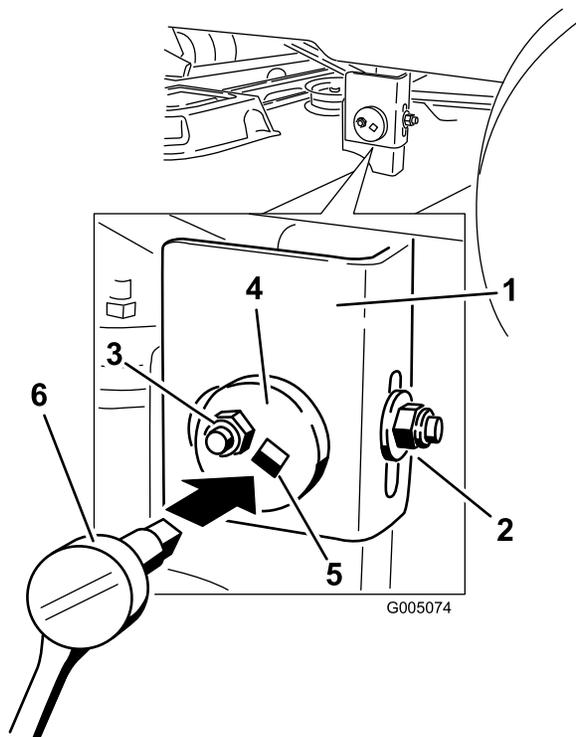

Figure 48
- Du côté gauche de la machine, desserrez sans le retirer, l'écrou de blocage arrière sur le support (Figure 48).
- Desserrez l'écrou de blocage latéral sur le support jusqu'à ce qu'il soit possible d'ajuster la plaque excentrique (Figure 48). Utilisez une clé à douille munie d'une rallonge de 3/8 pouce pour manipuler la plaque excentrique. Utilisez la clé pour repositionner le tablier de coupe à la hauteur voulue.
8. Arrêtez le tablier de coupe et vérifiez sa hauteur, puis serrez l'écrou de blocage latéral sur le support pour fixer cette nouvelle position (Figure 48). Serrez l'écrou de blocage arrière sur le support.